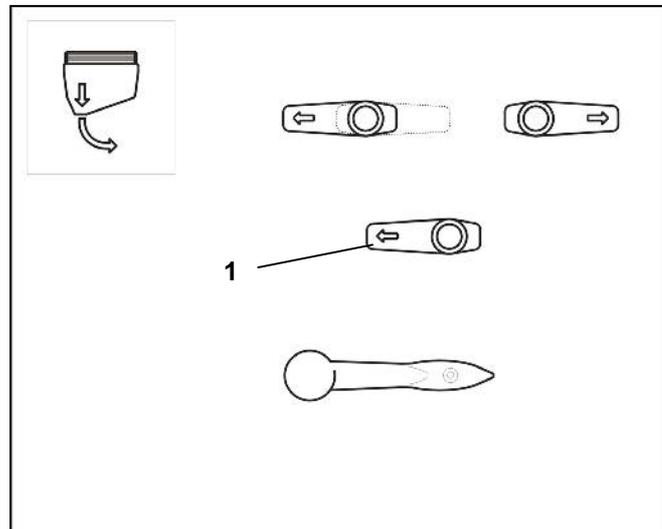

Fig. 7.8
- Die Mehr-Wege-Umschalthähne entsprechend Fig. 7.8 verschwenken.